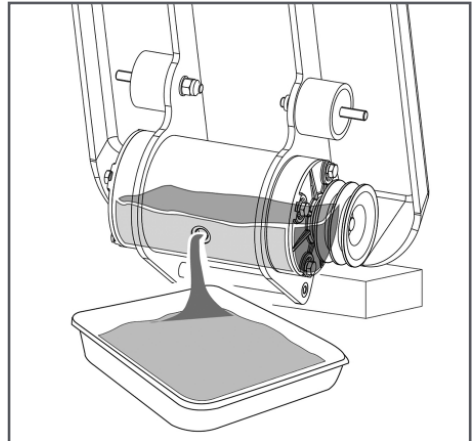

Рис. 34 Слив масла из вибратора
- Вдвоем с помощником наклоните рабочую плиту в сторону вибратора и слейте масло из вибратора в подготовленную для этого емкость (Рис. 34).